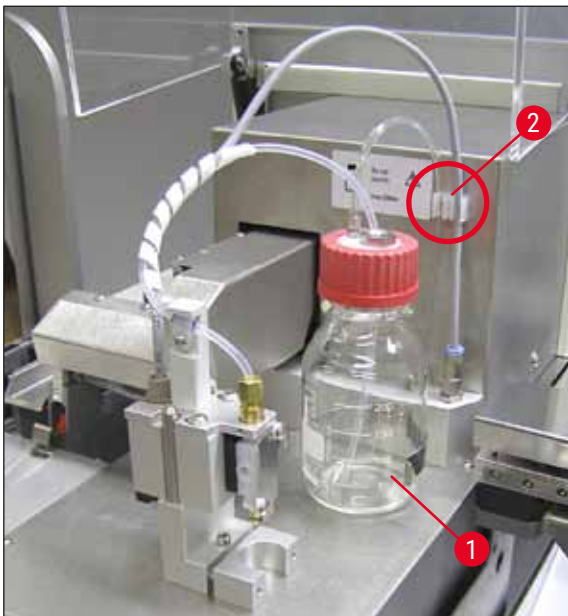

Fig. 12
6. Înșurubați capacul (→ Fig. 10-5) pe flaconul cu mediu de aplicare (→ Fig. 12-1) și așezați flaconul cu mediu de aplicare în suport (→ Fig. 12).